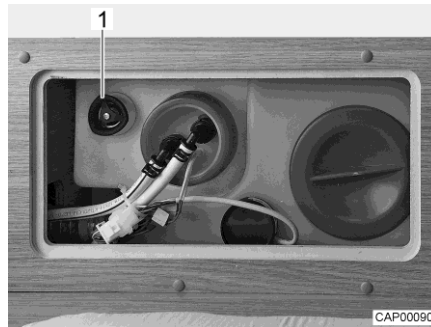

Bild 104 Vattentank med ratt
- Vrid ratten (Bild 104,1) på vattentanken moturs mot motståndet till stoppläget för att öppna utloppsöppningen helt.